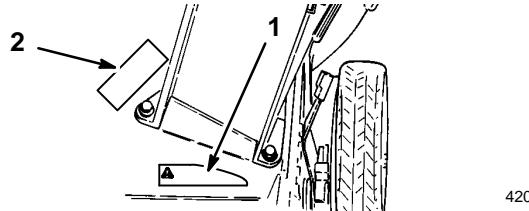

Figure 5
2. Coller les décalcomanies dans la zone indiquée à la figure 5. **Ne pas placer les décalcomanies sur l'étiquette de numéros de modèle et de série.**